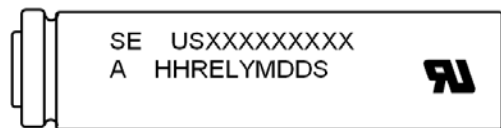

Fig.1
- 6.2 Trade Mark (Fig.1 : USXXXXXXXXX) 登録機種名 (Fig.1 : USXXXXXXXXX)
- 6.3 Plant (Fig.1 : A for plant code) 製造所 (Fig.1 右記図 : A)
- 【Fig.1】 K : Sony Energy Devices Corp. Koriyama Plant. K : ソニーエナジー・デバイス(株)郡山事業所
- 6.4 Specification (Fig.1 : HH for Cell Type) 仕様 (Fig.1 : HH)
- 6.5 Lot Number (Fig.1 : YMDDS for Manufacturing Date of Cells)
- ロット、セル製造年月日 (Fig.1 : YMDDS)
Lot Number (Fig.1 : YMDDS for Manufacturing Date of Cells)